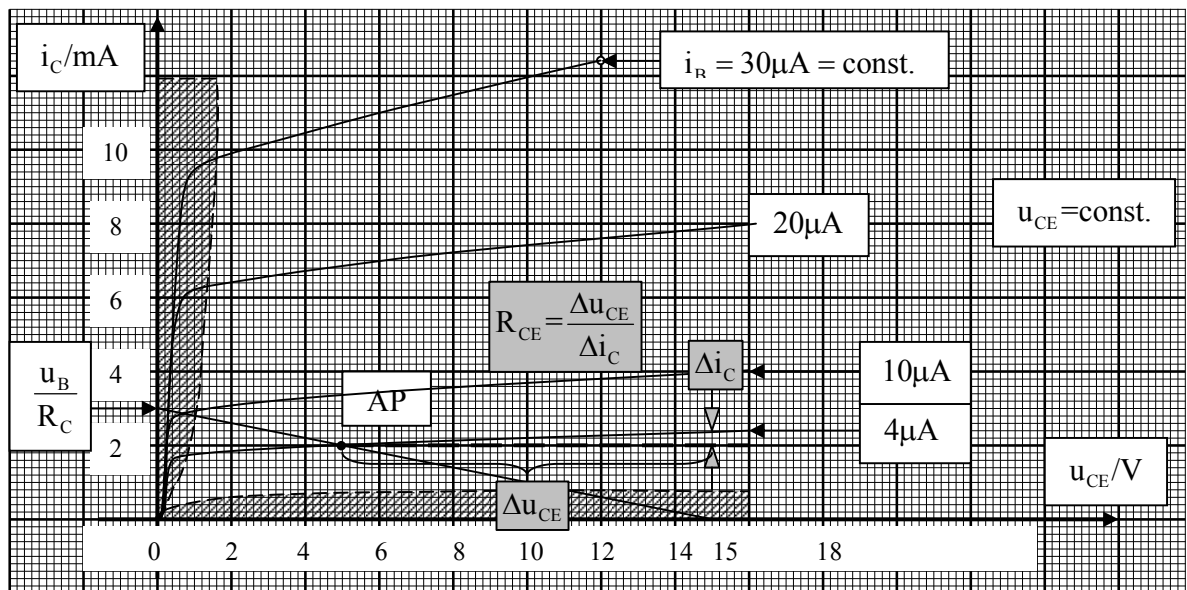

Bild 3b: Ausgangsennlinienfeld
- b) Welchen Widerstand R_{CE} lesen Sie aus Bild 3b ab?
- a) Im Ausgangskreis eines Transistors nach Bild 2 seien eine Batteriespannung $U_b = 7,5V$ und die Parallelschaltung zweier $4,7k\Omega$ -Widerstände, also $R_C = 2,35 k\Omega$ wirksam. Welcher Arbeitspunkt stellt sich ein, wenn $i_C = 2 mA$ sein soll? Welcher Basisstrom i_B fließt, wenn man das Kennlinienfeld nach Bild 3b zugrunde legt?